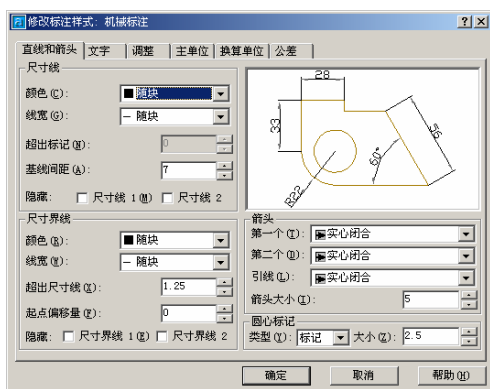

图 6-40
(1)单击【格式】下拉菜单中的【标注样式】命令，打开【标注样式管理器】对话框。单击【新建】按钮，为其建立一个【机械标注】的标注名，单击【继续】按钮。弹出“新建标注样式”对话框，在对话框中，单击“直线和箭头”选项，打开“直线和箭头样式”对话框。在该对话框中设置基线间距为“5”，超出尺寸线“1.25”，起点偏移量为“0”，箭头大小为“5”。如图 6-40 所示：